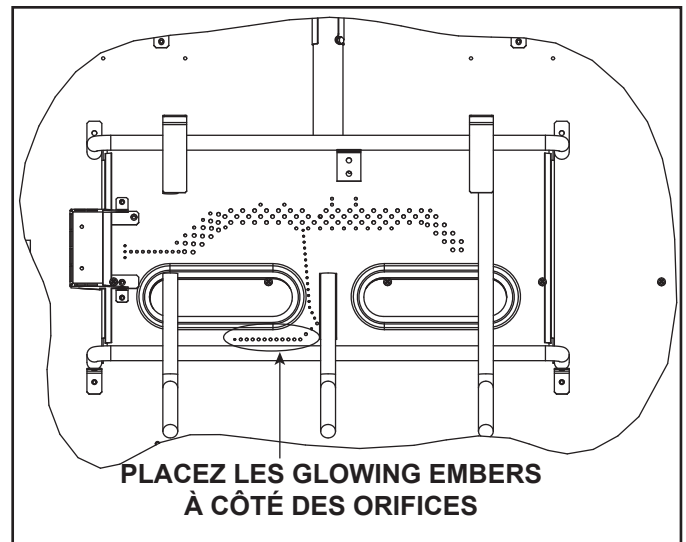

Figure 11.10. Emplacement de Glowing Embers
- Placez les morceaux de Glowing Embers® de la taille d'un dix sous, immédiatement devant la rampe d'orifices, mais pas sur ou entre les orifices (voir figure 11.10). Faire attention de ne pas recouvrir les orifices. Le non-respect de ces instructions peut entraîner des problèmes d'allumage et de suie.